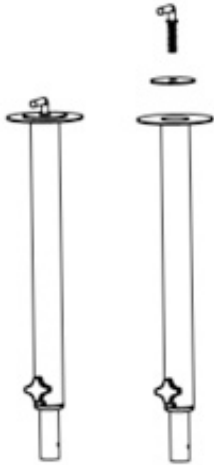

Fig. 1
5. Retirez la vis de fixation du socle n° 10 et la rondelle plate n° 9 du dessous du tube extérieur n° 7 (Fig. 1).
6. Insérez le tube extérieur dans le socle n° 8 (le nez sur le tube vertical et le creux dans le socle doivent coïncider, Fig. 1) et retournez les deux tout en tenant fermement le tube extérieur.